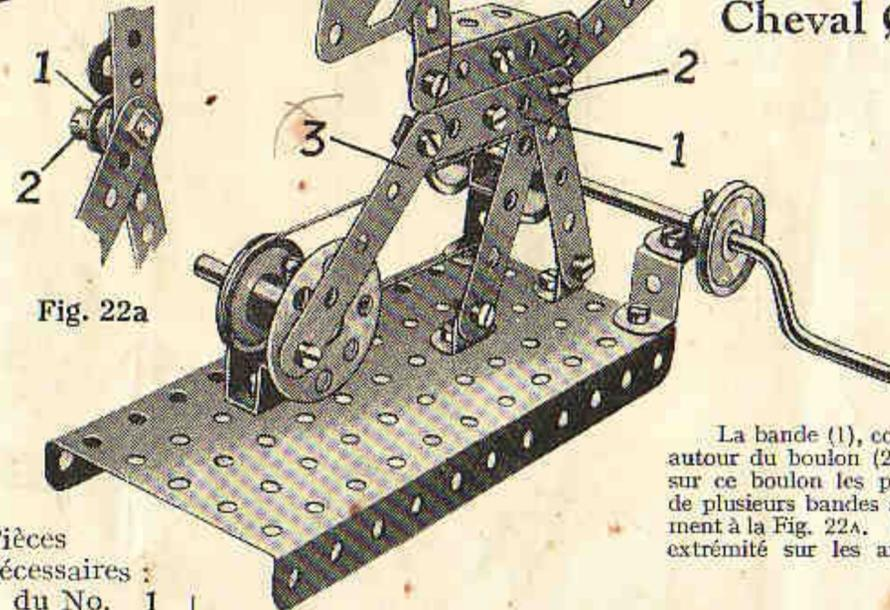

Fig. 22a
La bande (1), constituant une partie du corps tourne librement autour du boulon (2), mais deux écrous fixent solidement ensemble sur ce boulon les pattes arrières et la queue. Cette disposition de plusieurs bandes autour de ce boulon (2) est montrée plus clairement à la Fig. 22A. La bande (3) est libre de se mouvoir à chaque extrémité sur les articulations formées de boulons et d'écrous.